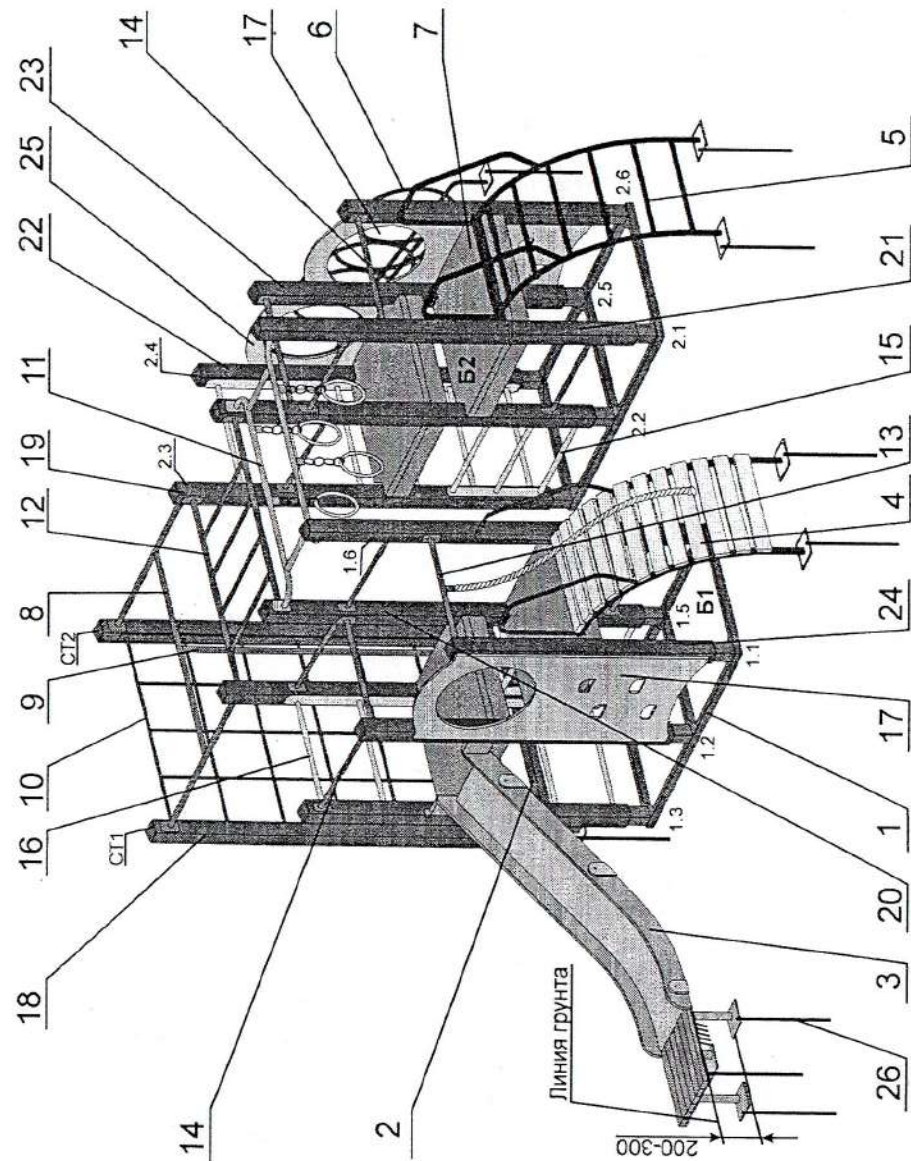

Рисунок 1
4.1 В состав изделия входят следующие элементы, перечисленные в порядке номеров позиций (шт.) – см. рисунок 1 (приложение, с.8):